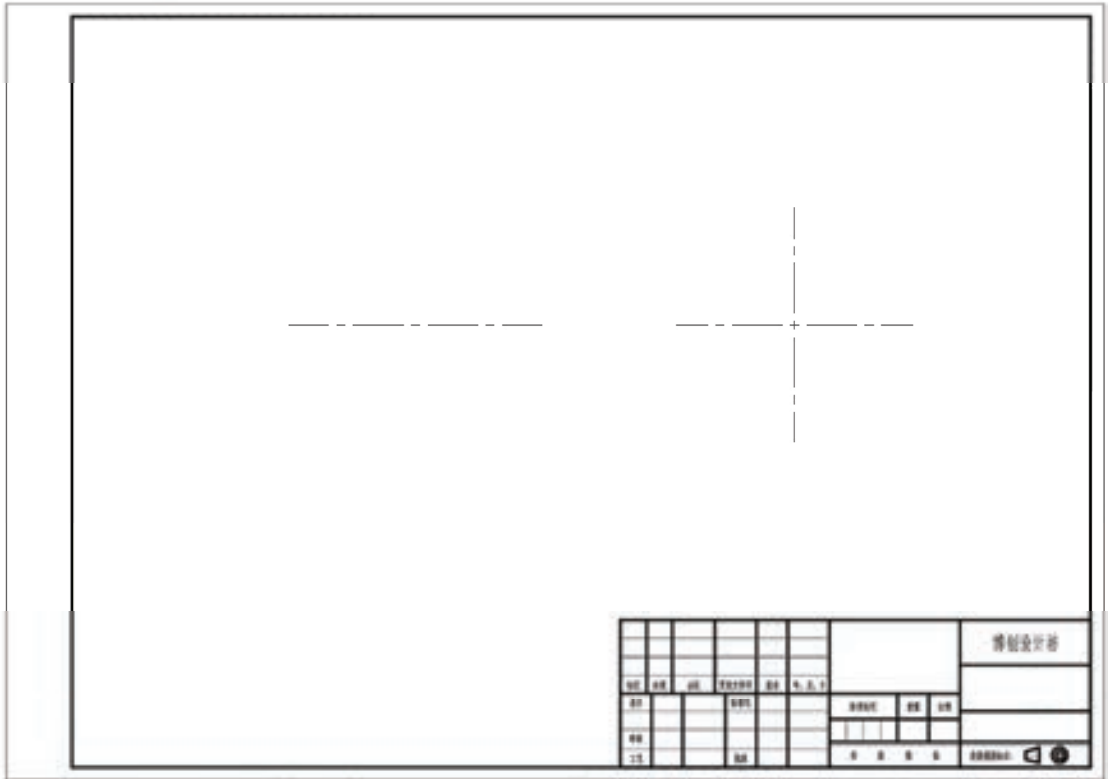

图 8-78 绘制中心线
4) 绘制中心线。单击“直线”按钮, 在图框内绘制图 8-78 所示的中心线。